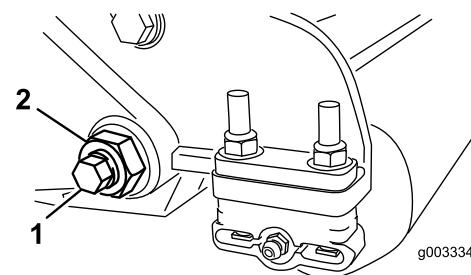

図25
3. ベッドバー・ボルト図25を固定しているロックナット機体両側をゆるめる。
4. 各ベッドバー・ボルトを抜いて、ベッドバーを下に引き抜いて外す図25。